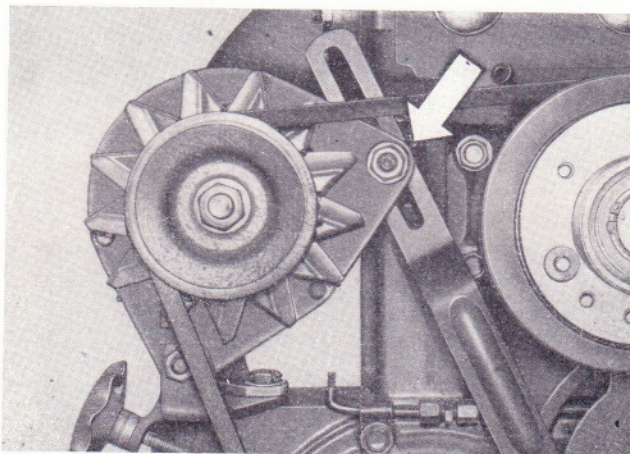

Bild 26
- Befestigungsschraube am Haltebügel abschrauben (Bild 26).